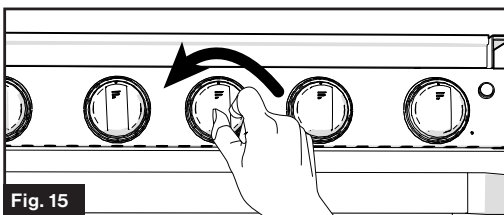

Fig. 15
1. Gire la perilla de control del quemador correspondiente en sentido contrario a las agujas del reloj hasta la posición  (Fig. 15)